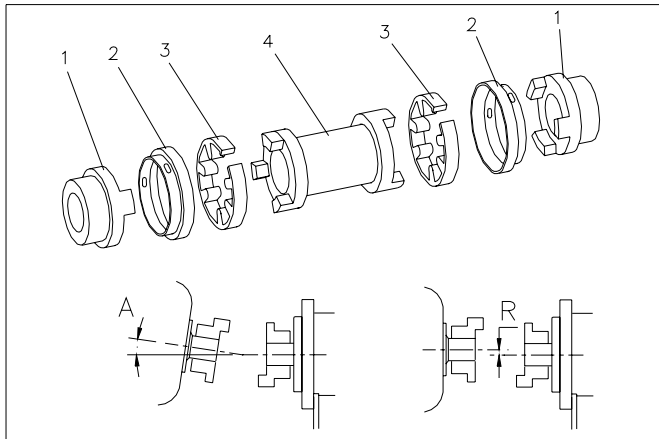

Fig. 8.1
Verwijder beide afdekkapjes (zie fig.8.1 pos 2) door het uitdraaien van de bevestigingsschroeven.